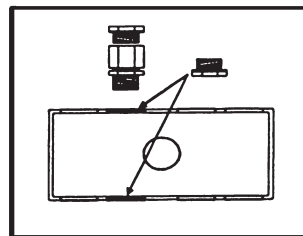

Abb.1:
- 3 Öffnen Sie die Kabeleinzugslöcher im Plastik- bzw. Metallkasten durch Ausbrechen der vorgesehenen Sollbruchstellen (siehe Abb. 1).